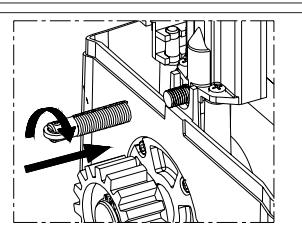
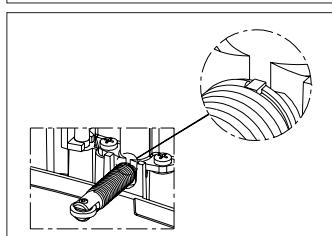

Abb.23
Abb.24
- Die Feder wieder einsetzen und dafür im Uhrzeigersinn, siehe Abb. 23, bis zum Anschlag drehen, siehe Abb. 24